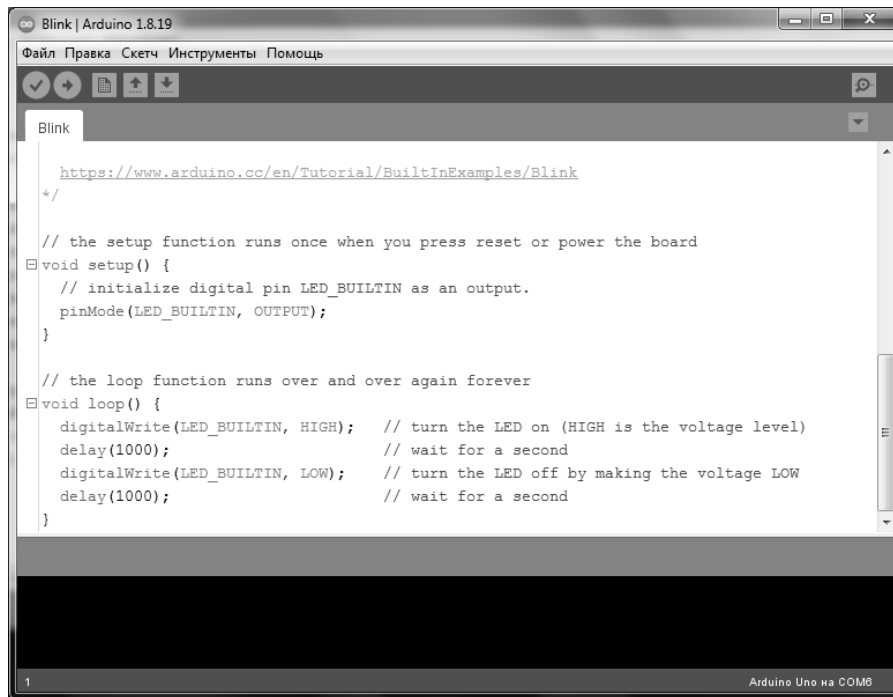

Рис.1.9 Загальний вигляд
- Тепер можна працювати та завантажувати скетчі в Arduino (рис.1.9).
Середовище розробки Arduino (рис.1.9) складається із: